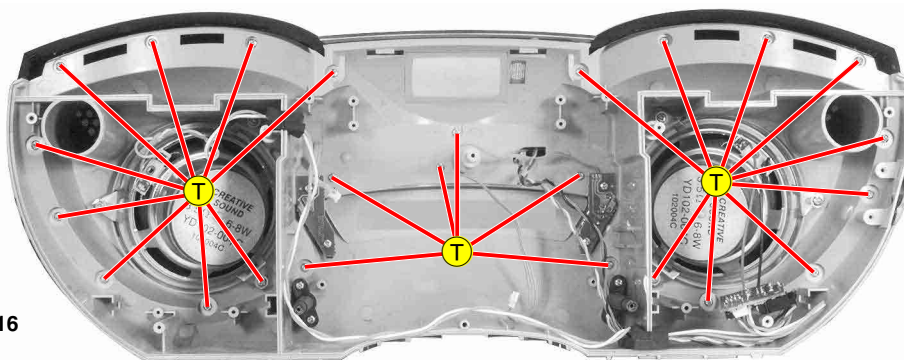

Fig. 16
- 22 Schrauben ④ (Fig. 16) herausdrehen.
- Undo 22 screws ④ (Fig. 16).